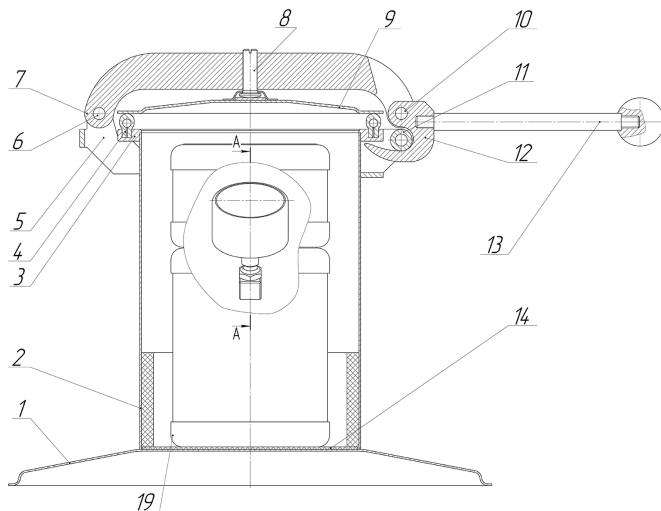

Рисунок 1 – Общий вид устройства ПГС-2
Камера (Рисунок 1) представляет собой стакан 2 цилиндрического сечения. В верхней части стакана имеется фланец 3, на который устанавливается эластичное уплотнительное кольцо 4. На дно 1 стакана 2 уложена амортизирующая подкладка 14.
2.1.3 Проверьте герметичность устройства ПГС-2 и предварительно отрегулируйте давление в его камере. Для этого поместите в камеру вкладыши 19 (Рисунок 1) в зависимости от проверяемого типа самоспасателя и закройте ее при помощи запирающего устройства.